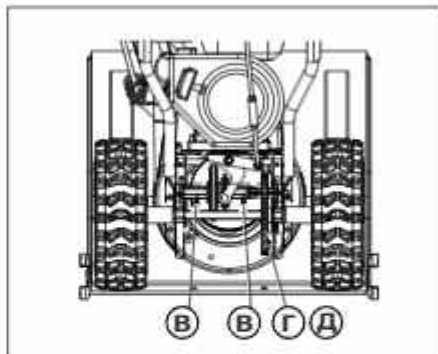

Рис. 39
5. Нанесите очень тонкий слой синтетического моторного масла 50 на шестигранный вал (рис. 39, поз. В). Делайте это перед помещением на хранение и в начале каждого сезона.
6. Слегка смазывайте звездочку (рис. 39, поз. Г) и цепь (рис. 39, поз. Д) моторным маслом перед хранением и в начале каждого сезона.